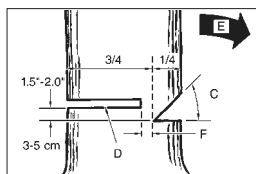

Abb. 13
**ACHTUNG:** Treten Sie nie vor einem Baum, der eingekerbt ist. Führen Sie den Fallschnitt (D) auf der anderen Seite des Baumes ca. 3,5 cm oberhalb der Kerbkante (C) aus (Abb. 13).